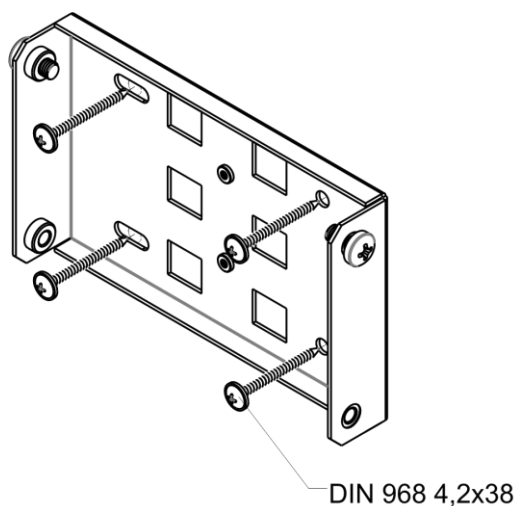

Рисунок 11 – Крепление кронштейна на стене
- в. В верхние отверстия установите винты DIN7985 M6. Винты не нужно закручивать до конца, оставьте зазор минимум 3 мм, рисунок 11.